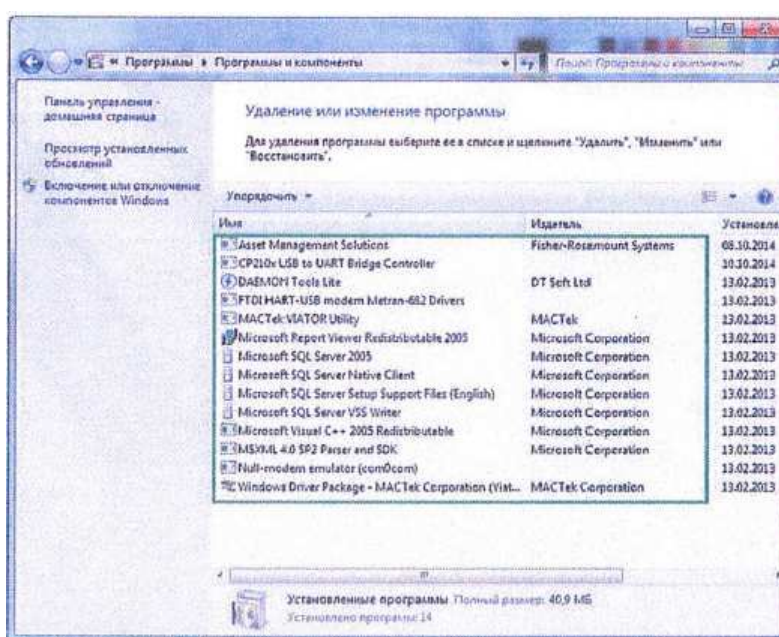

Рисунок X.6.3 – Проверка списка программ после удаления 270 Configurator Interface
- 3) После удаления программы убедиться, что ее нет в списке установленных программ (рисунок X.6.3).